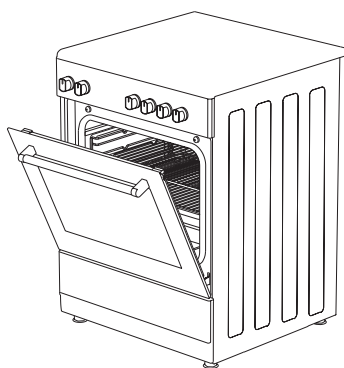

Рис. 11
3. Поместите защитную панель под панелью управления, открыв переднюю стеклянную крышку духовки. (рисунок 11)